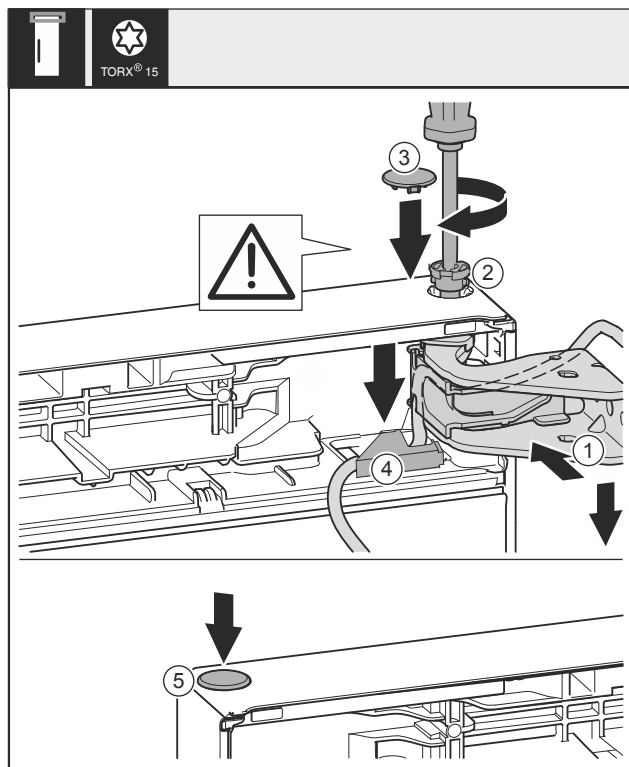

Fig. 43
- Poravnajte gornja vrata prema otvoru u podlošku ležaja Fig. 43 (1).
- Umetnite svornjak Fig. 43 (2) i pritegnite ga odvijačem.
- Montirajte sigurnosni pokrov radi osiguravanja vrata: Umetnite sigurnosni poklopac Fig. 43 (3) i provjerite naliže li na vrata. U suprotnom potpuno umetnite svornjake.
- Umetnite poklopac Fig. 43 (4) i pritisćite ga prema dolje dok se ne uglati.
- Umetnite čep Fig. 43 (5).